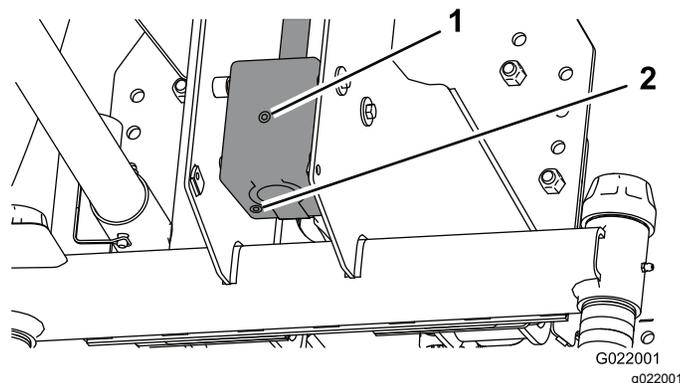

Figura 24
4. Rimuovete il tappo di controllo/riempimento dalla parte laterale della scatola degli ingranaggi (Figura 24).